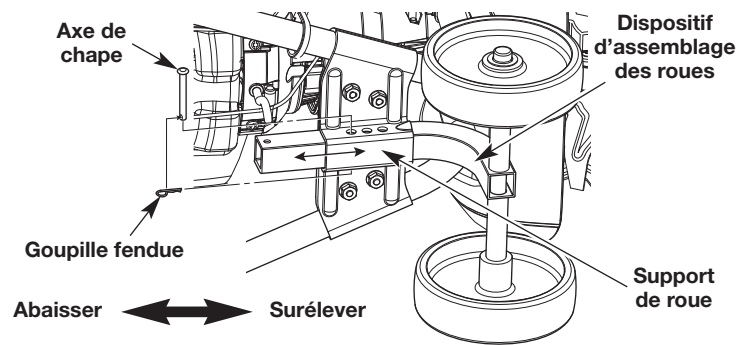

Fig. 1
1. Placer l'appareil sur le côté (Fig. 1).
2. Introduisez le dispositif d'assemblage des roues dans le support de fixation des roues (Fig. 1).
3. Insérez l'axe de chape à travers le support de fixation et le dispositif d'assemblage des roues et fixez-le solidement en place avec la goupille fendue (Fig. 1).
2. Retirez la goupille fendue et l'axe de chape du support de fixation et du dispositif d'assemblage des roues (Fig. 1).
4. Insérez l'axe de chape à travers le support de fixation et le dispositif d'assemblage des roues et fixez-le solidement en place avec la goupille fendue (Fig. 1).